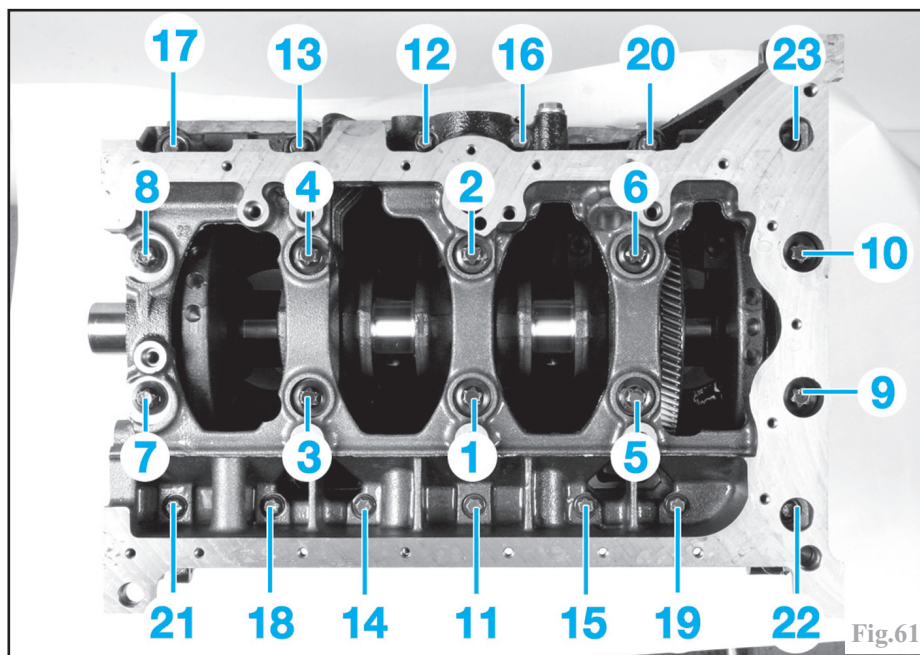

Fig.61
Retourner doucement le moteur pour évacuer l'huile restant dans le carter-cylindres. Déposer le carter de chapeaux de palier de vilebrequin en desserrant les vis dans l'ordre inverse de serrage prescrit (Fig.61) (vis intérieur à empreinte **Torx E14** et vis extérieur à empreinte **Torx E12**).
- reposer le carter de chapeaux de paliers de vilebrequin et serrer les vis intérieur (avec les anciennes vis), en respectant l'ordre de serrage prescrit (Fig.61).
- reposer le carter de chapeaux de paliers de vilebrequin et serrer les vis intérieur (avec de nouvelles vis) puis extérieur (avec de nouvelles vis), en respectant l'ordre de serrage prescrit (Fig.61).
- reposer une bague d'étanchéité neuve de vilebrequin, côté volant moteur (voir (Fig.61 et 63) dans "Remise en état du moteur", chapitre "Moteur 1.9 dCi (F9Q)").
-reposer une bague d'étanchéité neuve de vilebrequin, côté distribution, et une bague d'étanchéité neuve de l'arbre intermédiaire numéro 2 (voir (Fig.61 et 62) dans "Remise en état du moteur", chapitre "Moteur 1.9 dCi (F9Q)").